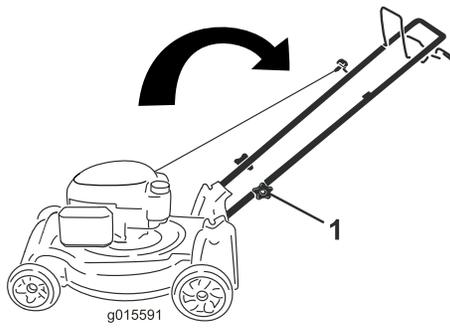

Figura 31
1. Solte os botões do manípulo até conseguir mover o manípulo livremente (Figura 31).
1. Botão do manípulo (2)
2. Mova o manípulo para a frente, como indicado em Figura 31.